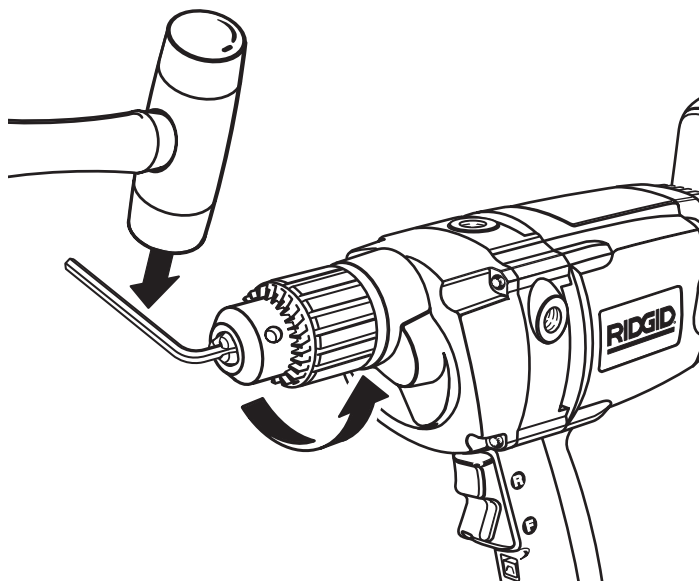

Fig. 12
- Frapper d'un coup sec avec un maillet (vers la gauche). Voir la figure 12. Ceci desserre le mandrin sur la broche. Le mandrin ne peut pas être dévissé à la main.